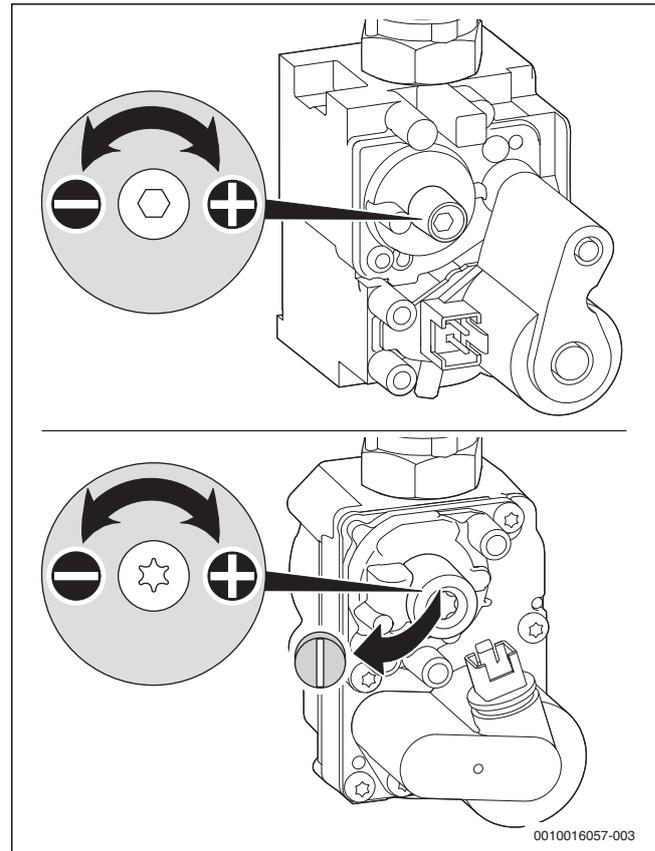

Fig. 36 Rimozione del piombino sulla vite di regolazione
- ▶ Se il valore è compreso tra $-0,11$ e $-0,21$ mbar, impostare la pressione differenziale come illustrato sotto (→ fig. 36).